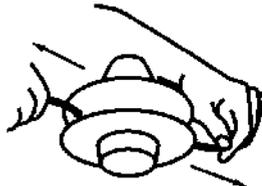

Рис. 16 Фиксация корда
- Потяните за концы корда в противоположные стороны (Рис. 16).